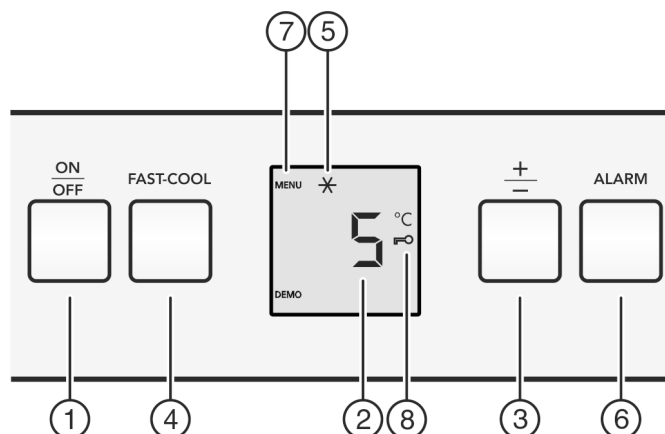

Fig. 2
- ▶ Aan/uit-toets *Fig. 2 (1)* indrukken.
- ▶ Toets Fast-Cool *Fig. 2 (4)* ca. 5 seconden indrukken.
- ▷ Op de display wordt het symbool Menu *Fig. 2 (7)* weergegeven.
- ▶ Met de toets Fast-Cool *Fig. 2 (4)* kort bevestigen.
- ▷ Het symbool Kinderbeveiliging *Fig. 2 (8)* op de display gaat branden.
- ▶ De toets On/Off *Fig. 2 (1)* kort indrukken.
- ▶ Toets Alarm *Fig. 2 (6)* indrukken.
- ▶ Temperatuurfunctie oproepen: Druk de insteltoets „+/-” *Fig. 2 (3)* in.
- ▶ Temperatuur in 1 °C stappen wijzigen: Druk de insteltoets „+/-” *Fig. 2 (3)* net zo vaak in, totdat de gewenste temperatuur op het temperatuursdisplay oplicht.
- ▶ Toets Fast-Freeze *Fig. 2 (4)* kort indrukken.
- ▷ Het symbool Fast-Cool *Fig. 2 (5)* brandt op het display.
- ▶ Toets Fast-Freeze Fig. 2 (4) kort indrukken.
- ▷ Het symbool Fast-Cool Fig. 2 (5) op het display gaat uit.